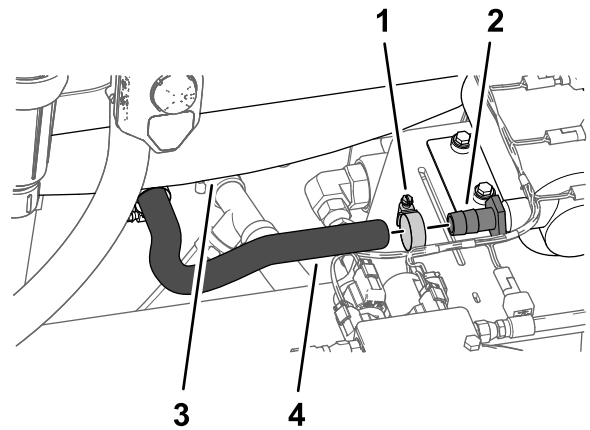

Bild 28
1. Montieren Sie den Schlauch (43,3 cm) an der Unterseite des Spülbehälters mit einer Schlauchklemme am geraden, gezahnten Anschlussstück innen an der Spülbehälterpumpe und ziehen Sie die Klemme mit der Hand an (Bild 28).